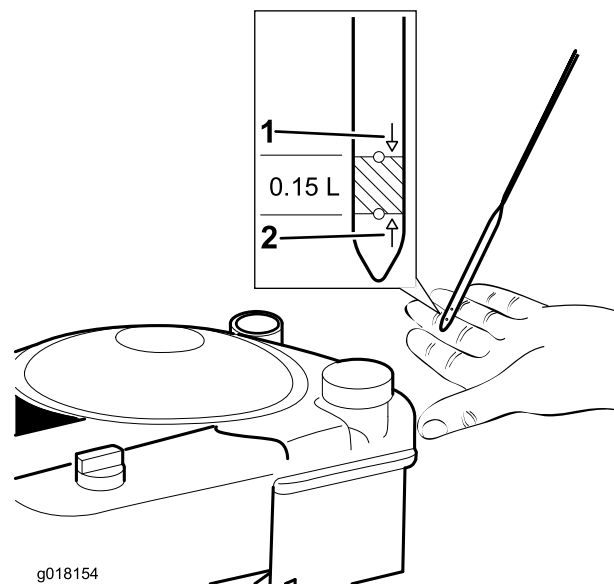

Figura 6
2. Vierta aceite **lentamente** en el tubo de llenado de aceite, espere 3 minutos, y compruebe el nivel de aceite en la varilla limpiándola e insertándola a fondo en el tubo (Figura 6).
3. Llene el motor con aceite hasta que la varilla indique que el nivel del aceite del motor es correcto, según se muestra en Figura 6. Si usted llena demasiado el motor, vacíe el exceso de aceite según se indica en **Cómo cambiar el aceite del motor**.
1. Retire la varilla (Figura 6).